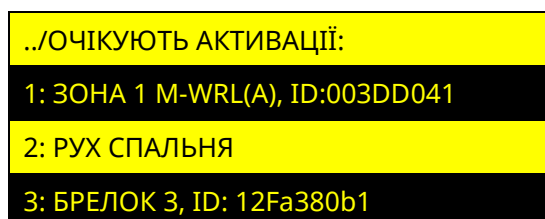

Рисунок 4.22 – Вікно відображення елементів, які очікують активації
В пункті «**ПРИПИСАНО**» розділу «БЕЗДРОТОВІ КОМПОНЕНТИ», відображається список приписаних зон модуля M-WRL(A) з бездротові сповіщувачі а також брелки, до яких приписані SpaceControl (рисунок 4.22).